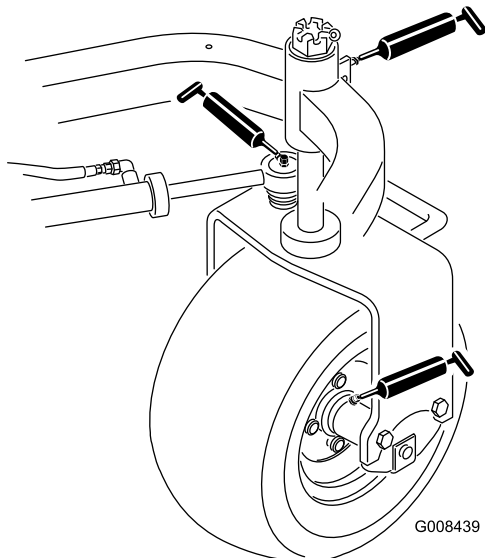

図 34
- ・ 後ホイール・ハブ（1ヶ所； 図 34）
- ・ キャスタ・ベアリング（1ヶ所； 図 34）
- ・ ステアリング・シリンダ（2ヶ所； 図 34）